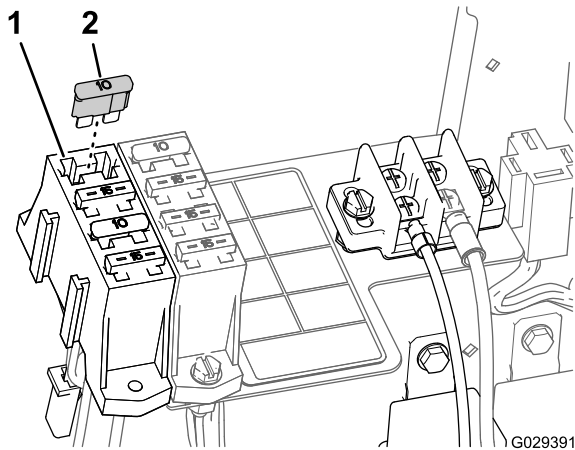

Figura 23
- Para las máquinas que tengan el accesorio de conector de pala en el bloque de fusibles de la máquina, instale un fusible de 15 amperios en el bloque de fusibles (Figura 23).